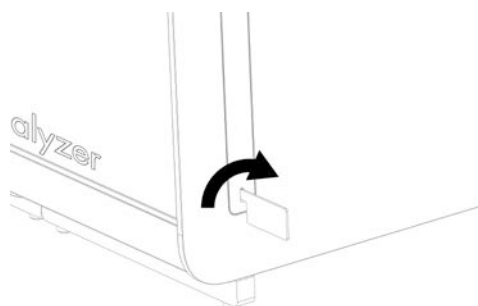

Figura 13. Retirada de las tapas de protección.
- 1e. Retire las tapas de protección de la parte lateral del módulo analítico, que es donde se acoplará el módulo analítico adicional (figura 13).